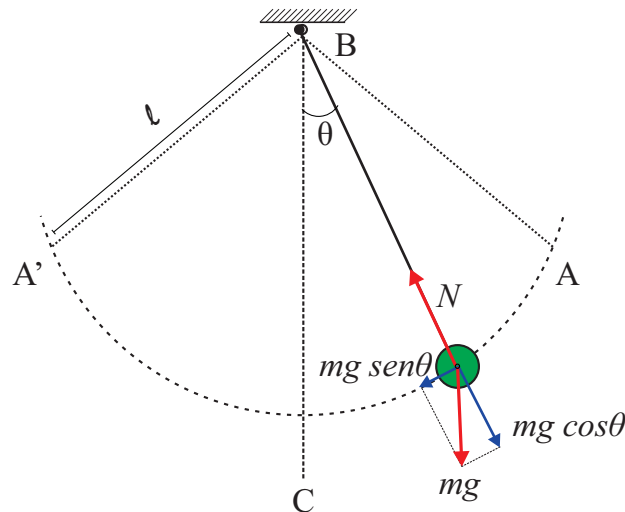

Figura 8: Sistema do Exercício 7.
7. Considere o pêndulo simples, mostrado na Figura 8, cuja dinâmica é dada pela seguinte equação não-linear: